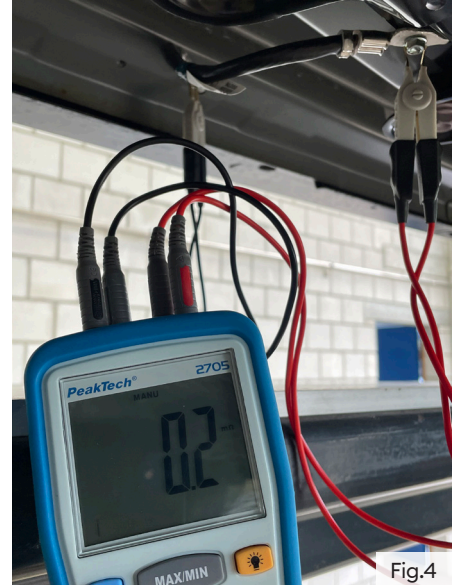

Fig. 4
L'equalizzazione del potenziale (EP) avviene quando c'è una tensione diversa in due punti e questi due punti sono collegati ad un conduttore elettrico. Se c'è una carenza di elettroni, si crea un potenziale positivo; se c'è un eccesso di elettroni, un potenziale negativo. Con i componenti ad alta tensione, il collegamento equipotenziale può avvenire tramite linee elettriche e/o tramite la carrozzeria del veicolo. La resistenza della linea equipotenziale deve soddisfare la norma "ECE 100 per veicoli ad alimentazione elettrica". Il valore deve quindi essere inferiore a 100 mΩ. Alcune case automobilistiche specificano un valore inferiore a 10 mΩ. Tuttavia, molto spesso è anche più piccolo, ad esempio 0,2 mΩ (Fig. 4).